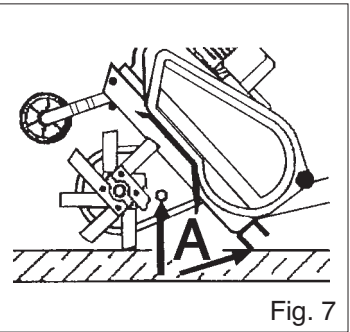

Fig. 7
- a) Drehen Sie den Schraubverschluss los (Abb. 7).